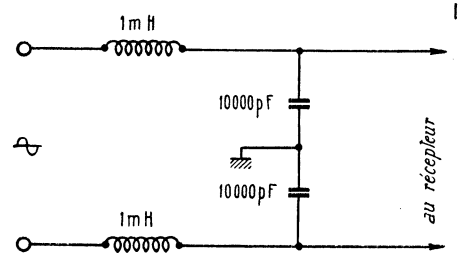

FIG. 7
Pour atténuer les parasites pénétrant par la ligne d'alimentation, on emploie des filtres pass-bas (LC) comme l'indique la fig. 7, avec une, deux ou plusieurs cellules.